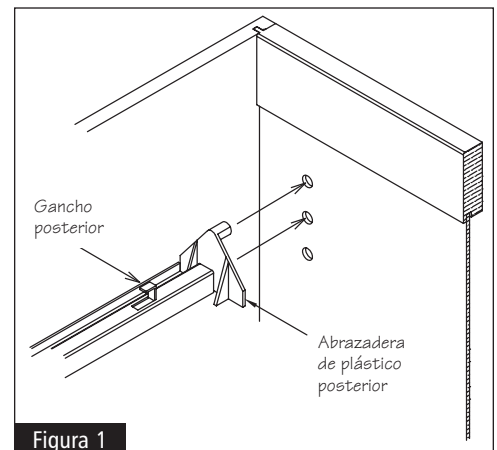
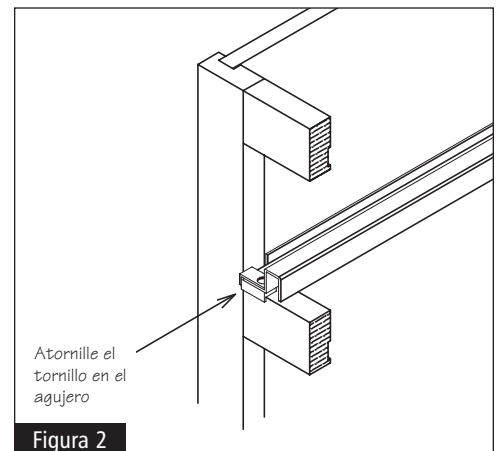

Figura 1
Figura 2
- Conecte el sistema de deslizamiento de acceso total (incluido) a la parte posterior del gabinete usando dos agujeros (vea la figura 1) colocando el seguro gris del frente del riel contra el borde vertical del marco frontal (vea la figura 2).
- Ubique el riel en la horizontal del marco frontal contra el borde vertical del mismo, y fíjelo insertando un tornillo de 3/4" x n.º 6 en la horizontal del marco frontal a través del riel. (Vea la figura 2).